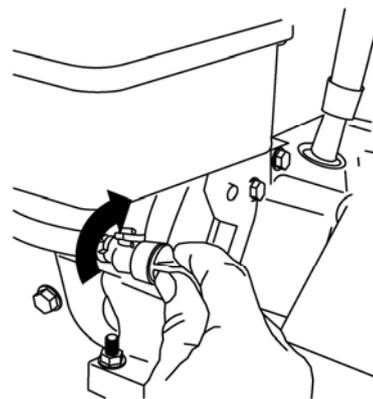

Рисунок 31.
3. Закройте клапан подачи топлива, повернув его по часовой стрелке (рис. 31).